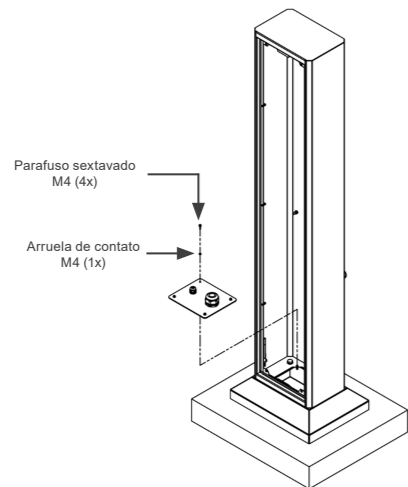

Figura 4.8: Ponto de aterramento da flange do totem WEMOB
Após a fixação do totem na base do produto, realizar o aterramento da flange utilizando uma (01) arruela de contato M4, fornecida com o produto em qualquer furação de fixação da flange, conforme Figura 4.8. Torque de aperto recomendado é de 3 Nm.